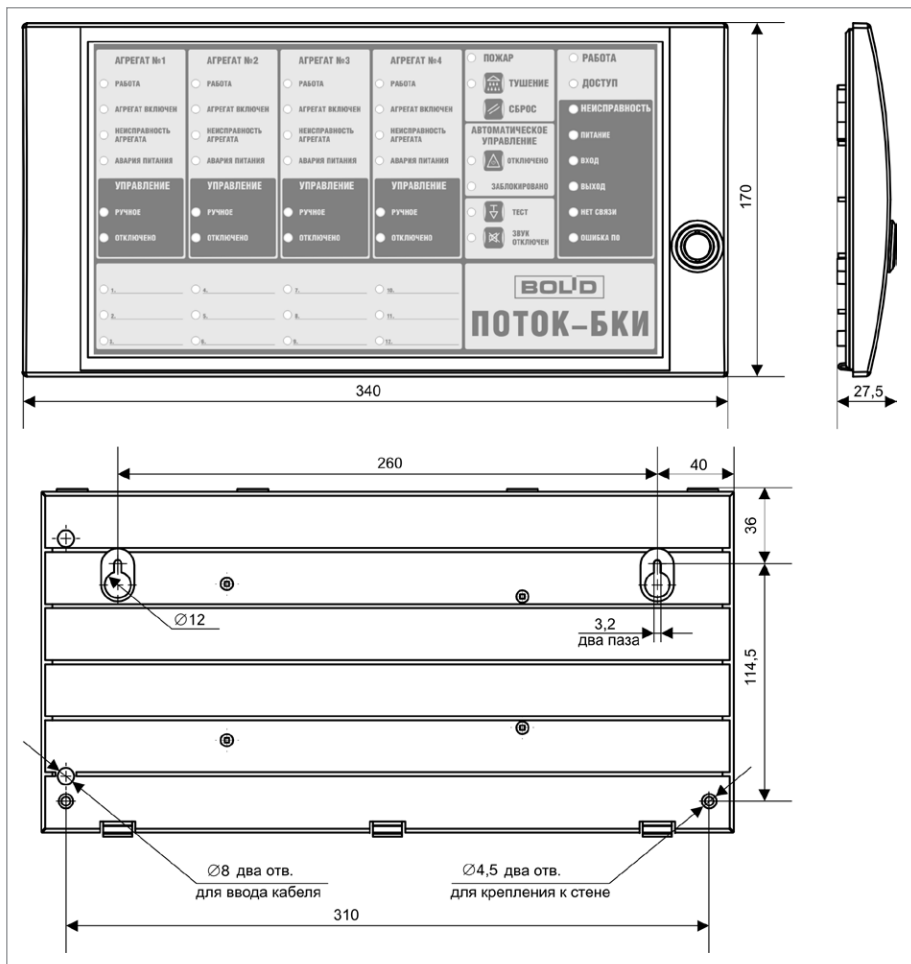

Рисунок 10. Внешний вид и габаритные размеры блоков
1. Наметьте на стене места для четырех установочных отверстий в соответствии с габаритным чертежом (см. рис. 10).